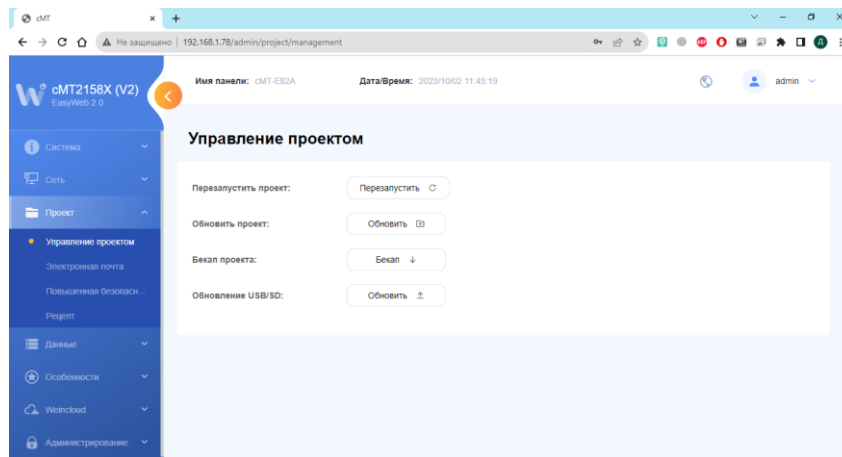

Рисунок 4.32 – Окно «Управление проектом» Web-интерфейса панели оператора БС
4. Перейти на вкладку «Проект» – «Управление проектом» (рисунок 4.32).